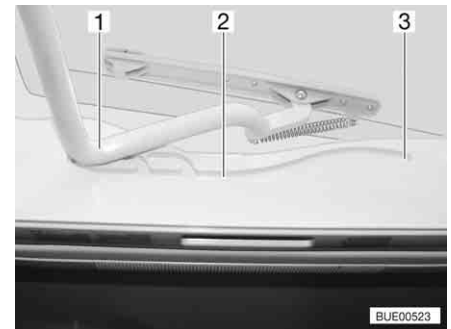

Fig. 91 Lanterneau Heki, glissière
- Tirer l'étrier (Fig. 91,1) dans les glissières (Fig. 91,2) jusque dans la position la plus reculée (Fig. 91,3).
- Pousser l'étrier (Fig. 91,1) légèrement vers le haut avec les deux mains.
- Tirer l'étrier dans les glissières (Fig. 91,2) jusqu'à la position souhaitée.